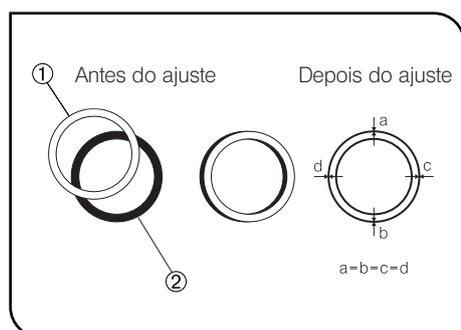

Fig. 23
(fig. 23 e 24)
4. Rode o anel superior do CT-5 para ajustar a focagem de forma a ver nitidamente o anel claro (aro do anel) ① e o anel escuro (placa de fase da objectiva) ② no campo de visão. (Fig. 23)
5. Rode os dois botões de centragem ③ de modo a que o anel claro e o anel escuro se sobreponham concêntricamente. (Fig. 23 e 24)